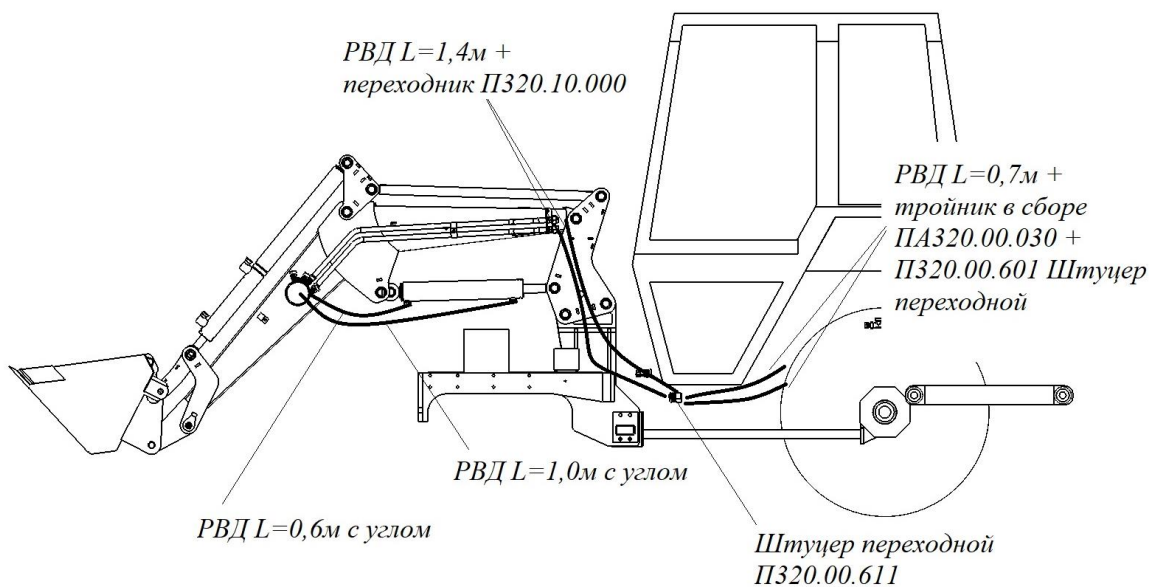

Рис.10 Правая сторона погрузчика
6.3.Сборка гидросистемы погрузчика. (рис.9, рис.10)
Трубопроводы, расположенные по правой стороне рамы подъема соединить РВД длиной 1,4м +РВД длиной 0,7м через штуцера переходные П320.00.611 (в мешочке), другой конец РВД через тройник в сборе П320.00.030 и штуцера переходного П 320.00.601 присоединить к задним выводам гидрораспределителя, расположенными под правым задним колесом трактора рис.10 и см. фото 11А